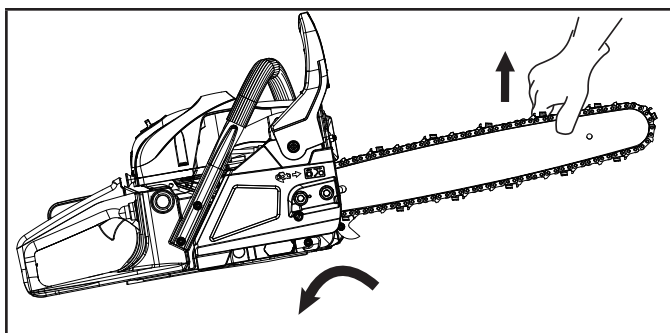

Figure 28
3. En portant des gants de protection, tenez le guide-chaîne vers le haut, saisissez le couvercle de l'embrayage et desserrez-le (Fig. 28).